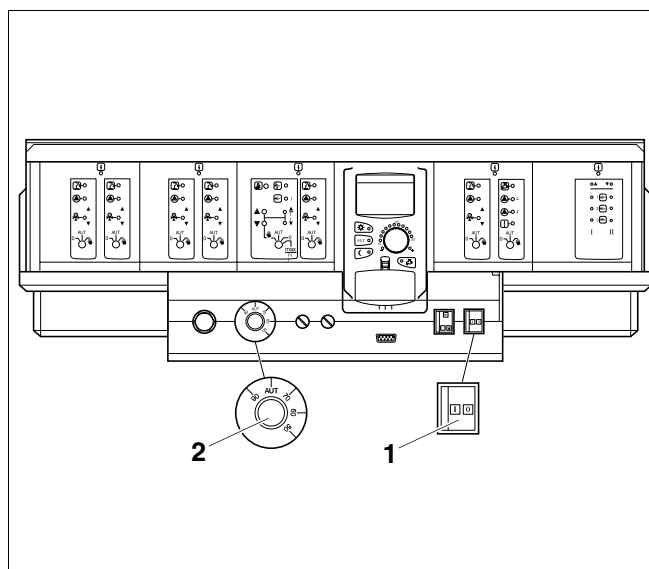

Fig. 3 Sistema de regulação Logamatic 4000
- Coloque o interruptor "Serviço" (Fig. 3, **Item 1**) na posição "I" (LIG).
- Coloque o regulador da temperatura da água da caldeira (Fig. 3, **Item 2**) em "AUT". Na regulação constante ajustar para a temperatura desejada (pelo menos 50 °C).
- Coloque o interruptor "Serviço" (Fig. 3, **Item 1**, Página 6) na posição "0" (DESL).